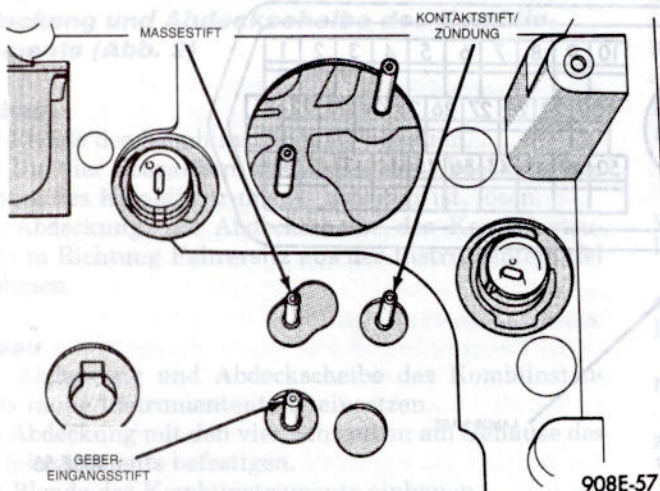

Abb. 5 – Kontaktstifte der Tankanzeige
Überprüfung des Stromkreises (Abb. 5)
- (1) Tankanzeige ausbauen.
- (2) Kabel zwischen Kraftstofftank-Füllstandsgeber und Tankanzeige (Geber-Eingangsstift) auf Durchgang prüfen (Abb. 5).